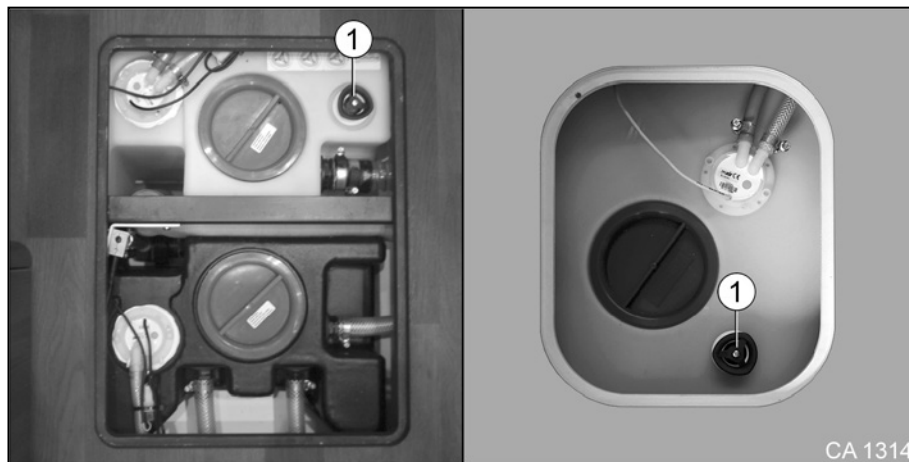

Fig. 143 Faire le plein du réservoir d'eau fraîche
2. Fermer le robinet de vidange du réservoir d'eau fraîche (Fig. 143/1).